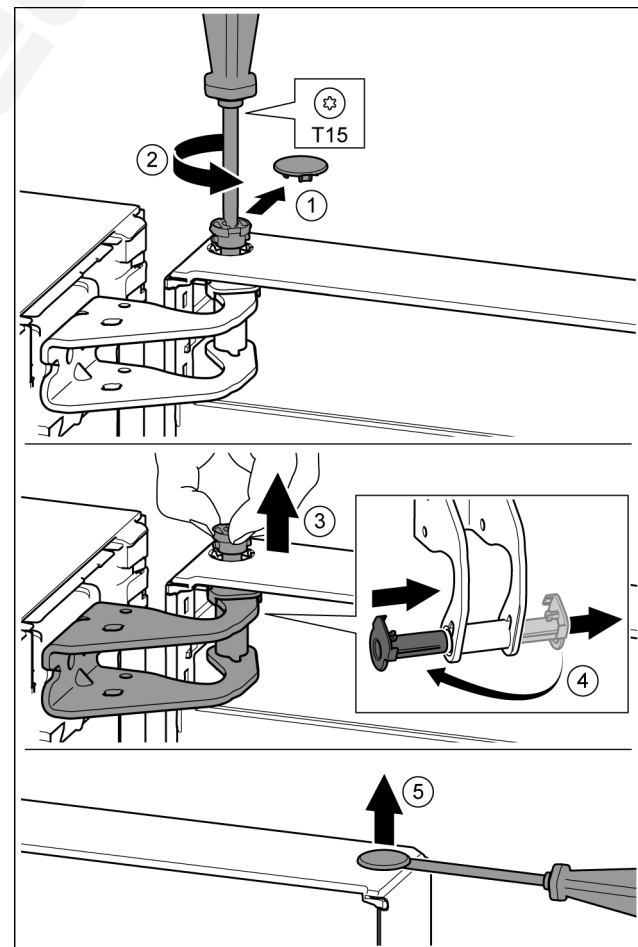

Fig. 12
- ▶ Óvatosan húzza le a biztonsági fedelet. *Fig. 12 (1)*
- ▶ A csapot a T15 csavarhúzóval kicsit tekerje ki. *Fig. 12 (2)*
- ▶ Tartsa meg az ajtót, és a csapszeget az ujjával húzza ki. *Fig. 12 (3)*
- ▶ Húzza ki a csapágyperselyt a vezetősínből. A másik oldalra helyezze és pattintsa be. *Fig. 12 (4)*
- ▶ A dugót egy hornyoltfejű csavarhúzóval óvatosan emelje ki az ajtó csapágyperselyből, és húzza ki. *Fig. 12 (5)*